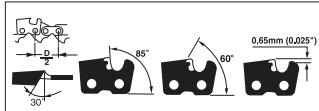
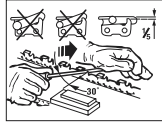

Abb. 24
Abb. 25
**KETTE SCHÄRFEN** - Die Teilung der Kette (Abb. 24) beträgt 3/8 Zoll LoPro x 0,050 Zoll.
Schärfen Sie die Spitzen nur mit nach außen gerichteten Bewegungen (Abb. 25) und beachten Sie die Werte gemäß Abb. 24.